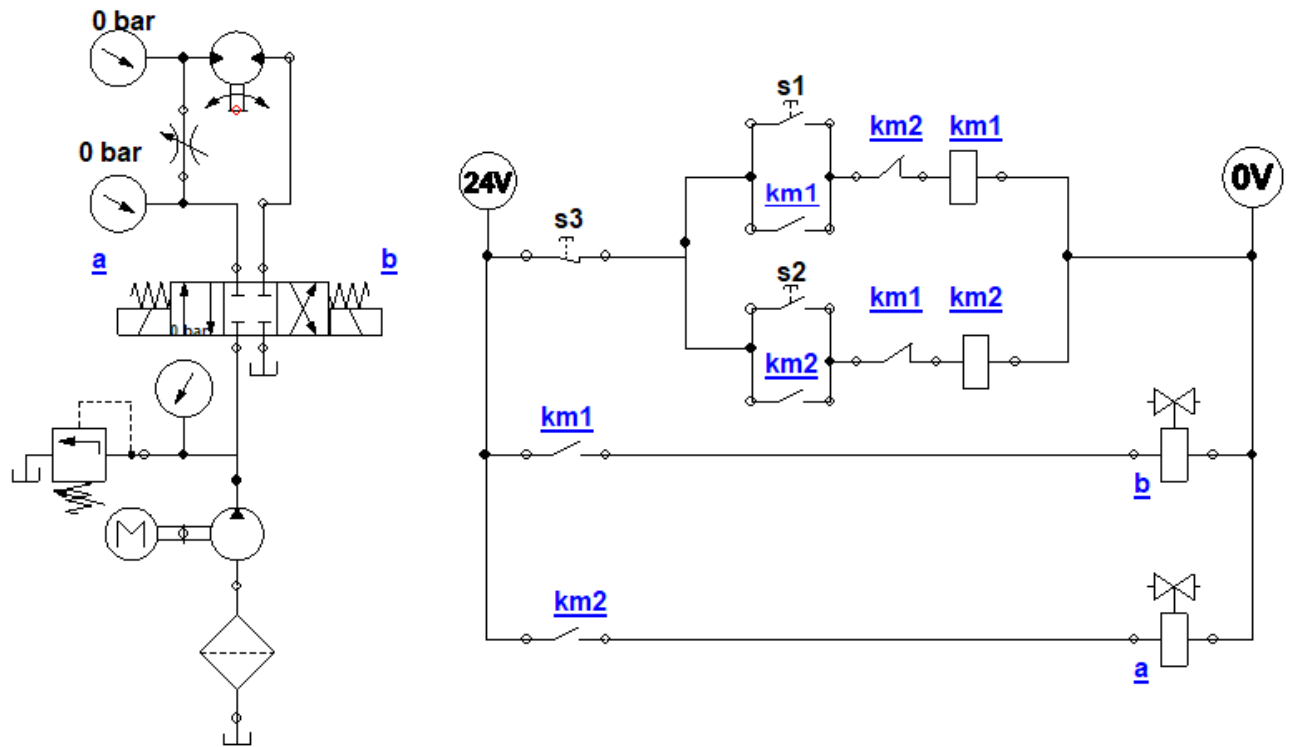

Figure 2
2) Le schéma ci-dessous (**Figure 2**) représente le circuit d'une installation électrohydraulique utilisée pour commander un moteur.
- Dessiner, avec le logiciel (automation studio), le montage correspondant au schéma ci-dessous (**Figure 2**), puis réaliser sa simulation.